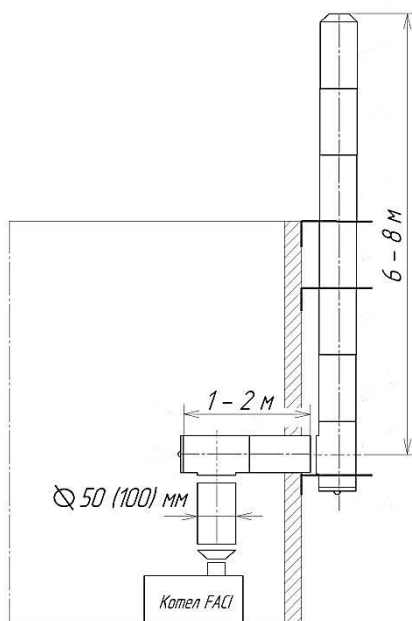

Рис. 13
**2.3.4** При установке котла в котельной необходимо соблюдать требования выдерживания свободных расстояний до ближайших препятствий (рис. 13). В указанных размерах свободных расстояний не должно находиться никаких предметов, ни трубопроводов, ни других элементов котельной. Указанные технологические проходы должны быть свободны для доступа в любое время и ничем не загромождены.
**2.4.8** Горизонтальный участок 90° длина 1-2 м. Вертикальный участок 6-8 метров с расширением трубы на 50-100 мм. (Расширение начинается с момента поворота) (см рис. 13).